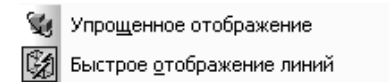

Рис. 2.13. Всплывающее меню пункта **Упрощения** выпадающего меню пункта **Вид** главного меню
- **Упрощения** вызывает всплывающее меню, показанное на рис. 2.13.